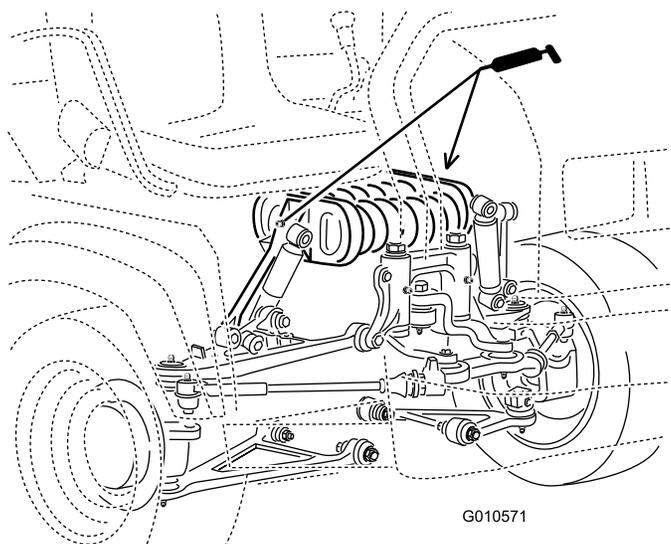

Figura 37
- Torre de mola (2) (Figura 37)